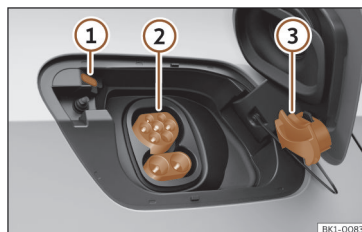

Fig. 58 Por trás da tampa da tomada de carregamento da bateria na parte dianteira esquerda: tomada de carregamento.
- Retire a capa de proteção e encaixe-a no engate >>> **Fig. 58 ③**
- Ligue o conector de carregamento da estação de carregamento à tomada de carregamento >>> **Fig. 58 ②**
O LED (indicador do processo de carregamento) da tomada de carregamento pisca e emite cintilações brancas >>> **Fig. 58 ①** >>> **Página 81**
O indicador do processo de carregamento da tomada de carregamento pisca a verde >>> Fig. 58 ①.
- Pressione o botão de função **Parar carregamento** no ecrã do sistema infotainment. O indicador do processo de carregamento situado junta da tomada de carregamento acende a branco >>> Fig. 58 ①. O conector de carregamento está desbloqueado.
- Encaixe a capa de proteção na ligação inferior da tomada de carregamento. >>> Fig. 58 ③